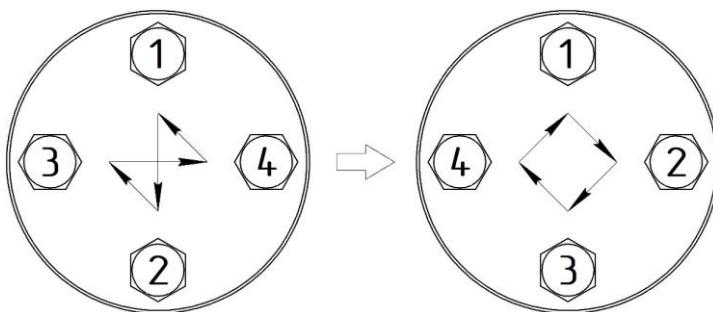

Рисунок 8.2 – Схема затяжки гаек фланцевого соединения
- Затяжку гаек фланцевого соединения следует выполнять равномерно в 3...4 подхода в последовательности «крест-накрест» (см. рис. 8.2). В качестве последней операции рекомендуем затяжку по кругу.